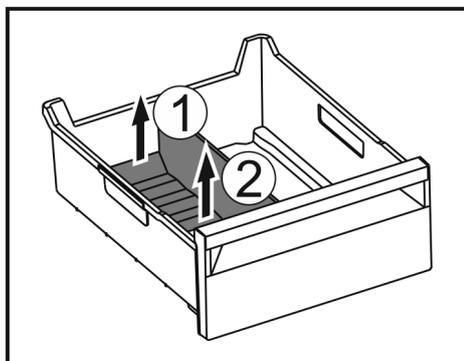

Fig. 170
- ▶ Soulever la partie arrière du séparateur de congélateur. Fig. 170 (1)
- ▶ Retirer le séparateur de congélateur par le haut. Fig. 170 (2)